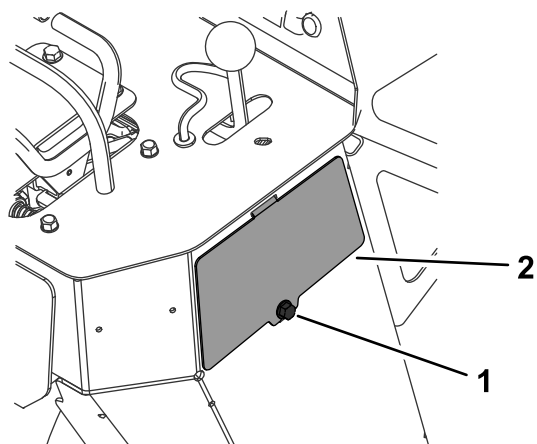

図 52
3. 機体右側にあるアクセスパネルのボルトを外してパネルを外す 図 52。